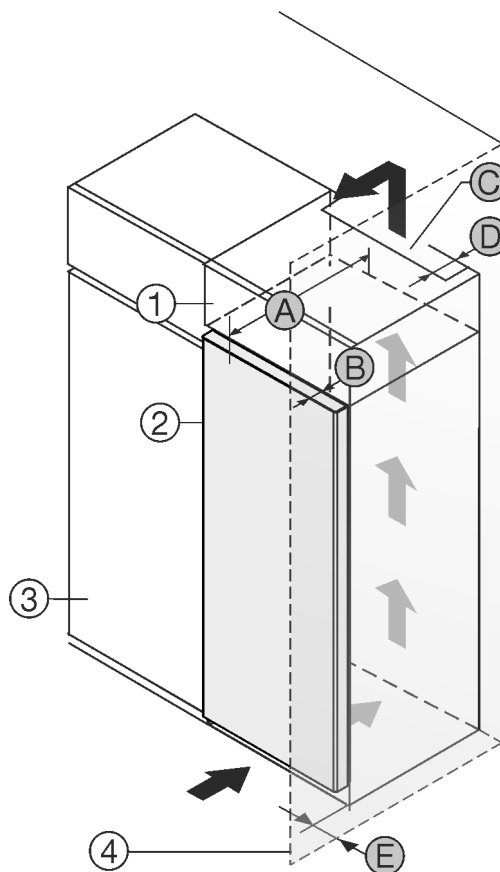

Fig. 1
- (1) Шафа для встановлення на пристрої \*
- (2) Пристрій \*
- (3) Кухонна шафа \*
- (4) Стінка \*
- (A) Глибина пристрою \*
- (B) Глибина дверей \*
- (C) Вентиляційний зазор \*
- (D) Відстань задня сторона пристрою \*
- (E) Відстань до сторони пристрою \*
Ви можете встановити пристрій безпосередньо поряд із кухонною шафою Fig. 1 (3)\*.
Зі зворотного боку шафи для встановлення на пристрій слід передбачити вентиляційну шафу завглибшки Fig. 1 (D) на всю ширину цієї шафи.\*
Слід дотримуватись вентиляційного отвору Fig. 1 (C) в стелі приміщення.\*
Якщо пристрій із шарнірами встановлюється поряд зі стіною Fig. 1 (4), відстань між пристроєм і стіною повинна бути не менше 13 мм .\*
Щоб мати можливість повністю відкривати дверцята, потрібно, щоб пристрій виступав на відстань глибини дверцят Fig. 1 (B) відносно передньої панелі кухонної шафи. Залежно від глибини кухонних шаф Fig. 1 (3) та використання пристінних розпірок пристрій може ще більше виступати вперед.\*